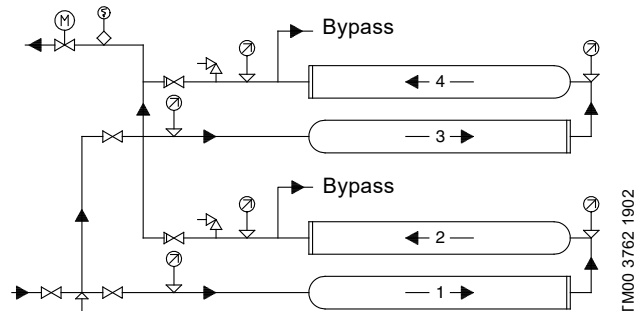

Abb. 8 Druckerhöhungsanlage mit zwei in Reihe und parallel geschalteten, übereinander angeordneten Modulen
- Bei in Reihe und parallel geschalteten Modulen, die übereinander montiert werden, wird empfohlen, die Rohre wie in Abb. 8 dargestellt anzuschließen.